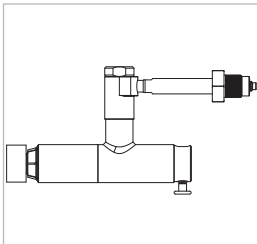

Figure 7
- ▶ Relâcher le bouton de soupape (pos. 4). Le connecteur s'ajuste automatiquement à la pièce d'essai afin d'établir une connexion étanche. (Figure 7).